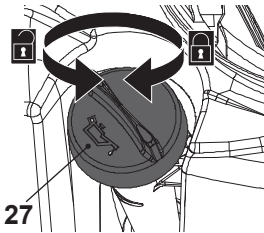

Fig. 9
1. Afloje y retire el tapón del depósito de aceite (27) (fig. 9).